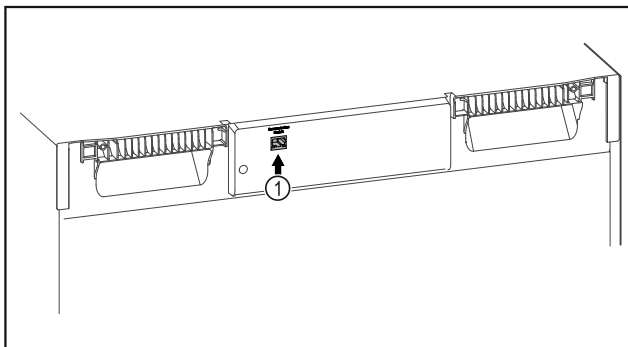

Fig. 127
- SmartModule Fig. 127 (1) er installert.